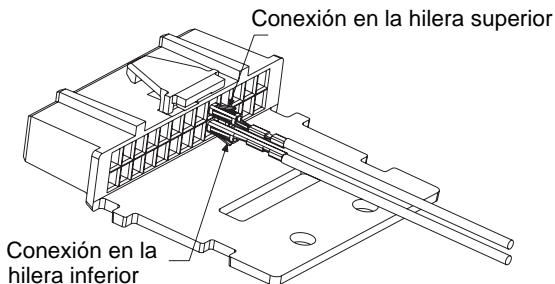

Figura 2 Orientación del terminal
7. Inserte los contactos en las ubicaciones #9 y #10 del conector de accesorios, como se indica en la *Figura 2*.